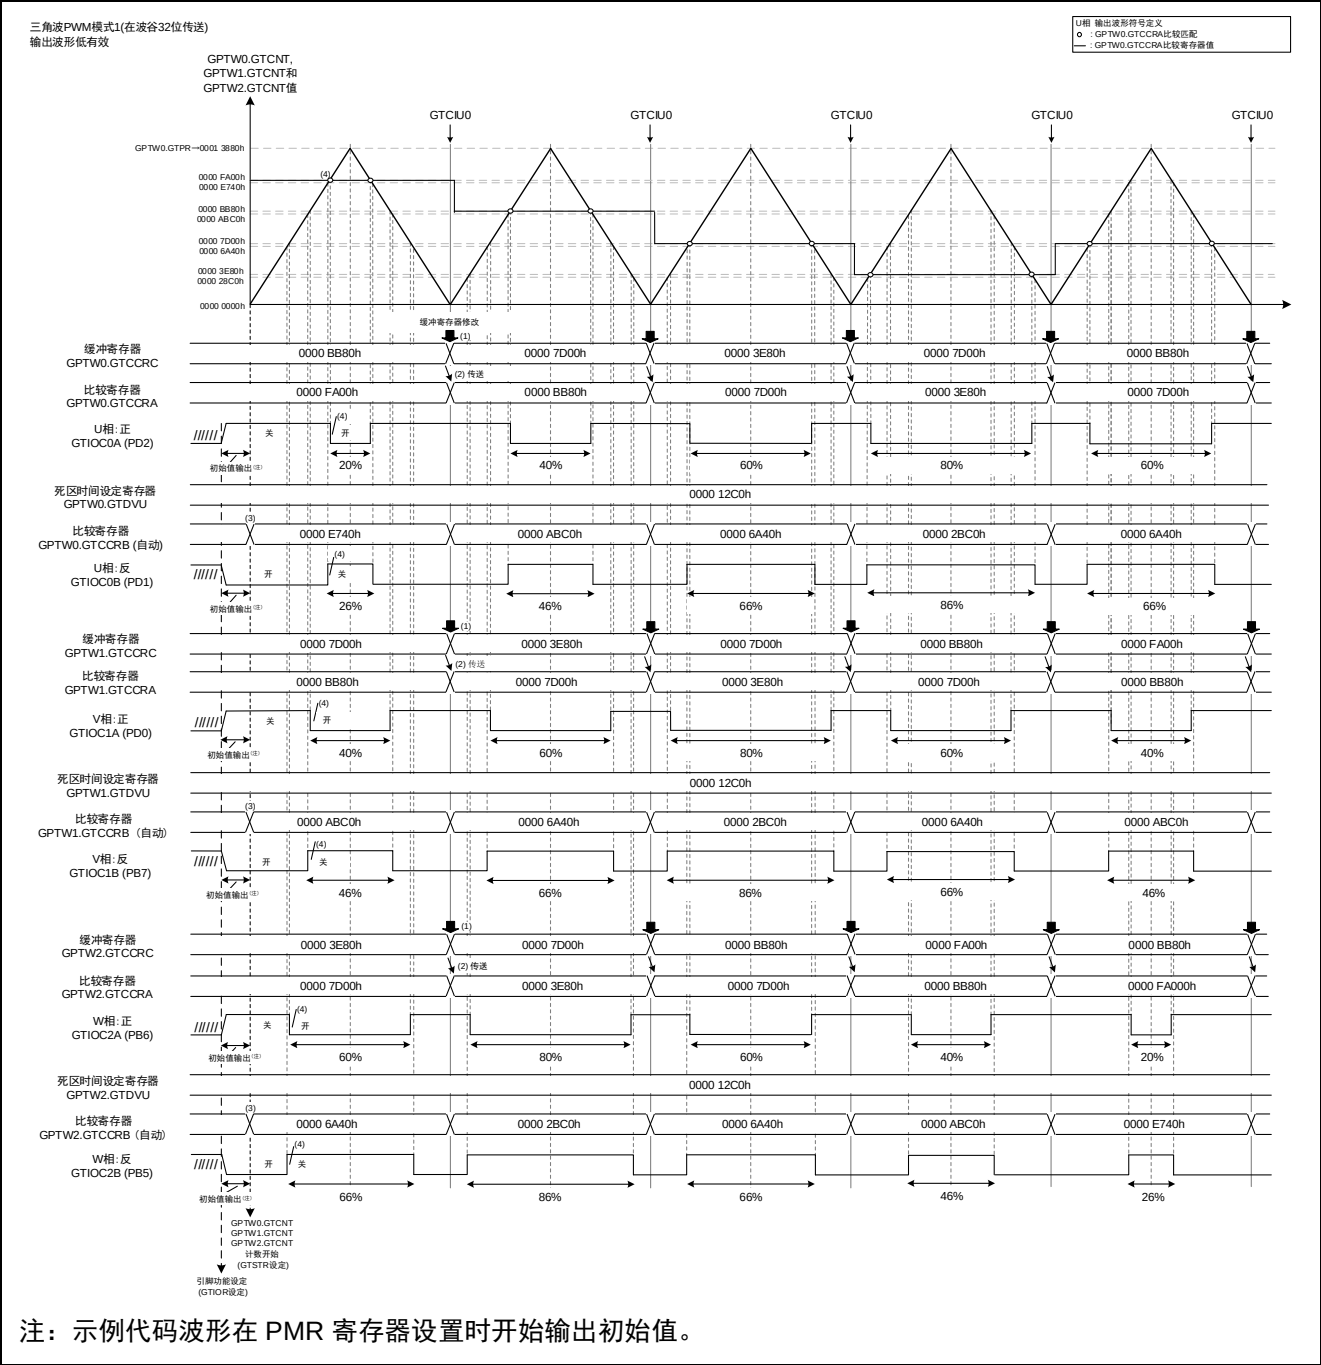

图 4.42 示例代码运行
- 关于占空比改变的时间的详细信息，请参考图 4.42
示例代码的运行如图 4.42 所示。当 GTCNT 计数器下溢中断（GTCIU0）产生时，通过修改缓冲寄存器 GTCCRC 的值来改变每个周期的占空比的设置。（图 4.42 中（1））。
当 GTCNT 计数器下溢发生时，通过传送缓冲寄存器的值到比较寄存器 GTCCRA，示例代码使用三角波 PWM 模式 1（在波谷传送）来更新数据（图 4.42 中（2））。
此外，因为使用死区时间自动设置功能，GTCCRB 寄存器根据 GTCCRA 的更新自动设置。GTDVU 和 GTDVD 设置为相同值。此示例代码在计数开始时自动设置 GTCCRB 的值（图 4.42 中（3））。
在计数开始后，比较寄存器和计数器寄存器之间发生比较匹配，反相输出 OFF，然后正相输出 ON（图 4.42 中（4））。